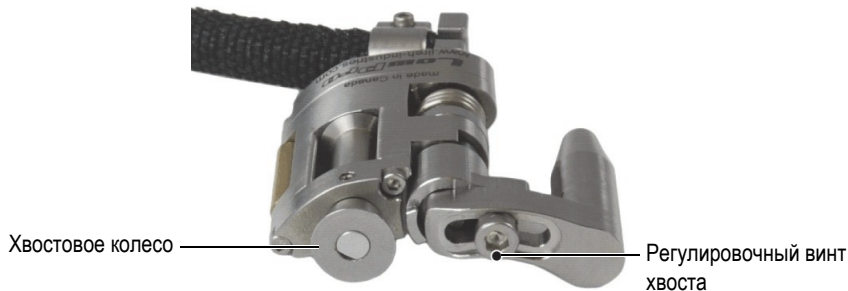

Рис. 2-7 Регулировочный винт хвоста
- a) Ослабьте регулировочный винт (см. Рис. 2-7 на стр. 30) примерно на пол-оборота, так чтобы механизм регулировки длины свободно двигался.